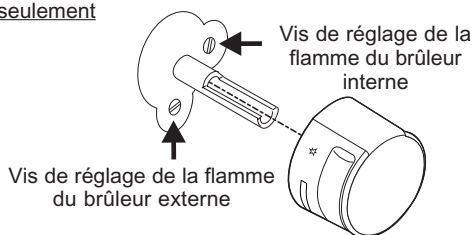

Fig. 2
- Utilisez un tournevis à lame étroite pour régler la taille de la flamme du brûleur intérieur avec la vis de pression de droite (fig. 2). Réglez la taille de la flamme du brûleur externe avec la vis de pression du bas (fig. 2). Tournez vers la gauche pour augmenter la hauteur de la flamme. Tournez vers la droite pour la diminuer.